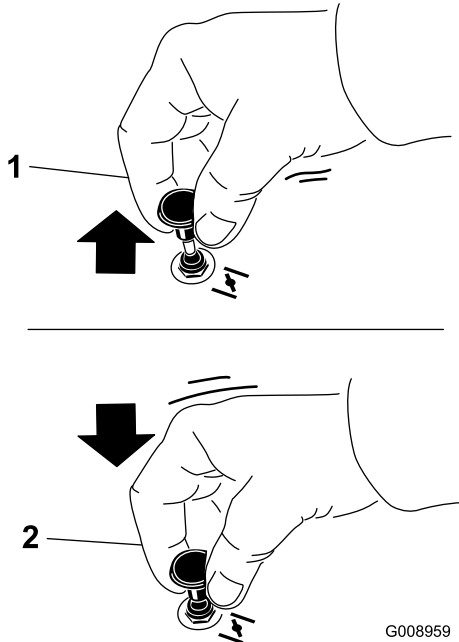

Figura 17
2. Tire hacia arriba del mando para activar el estérter antes de girar la llave del contacto (Figura 17).
3. Presione hacia abajo el mando del estérter para desactivar el estérter después de que el motor arranque (Figura 17).